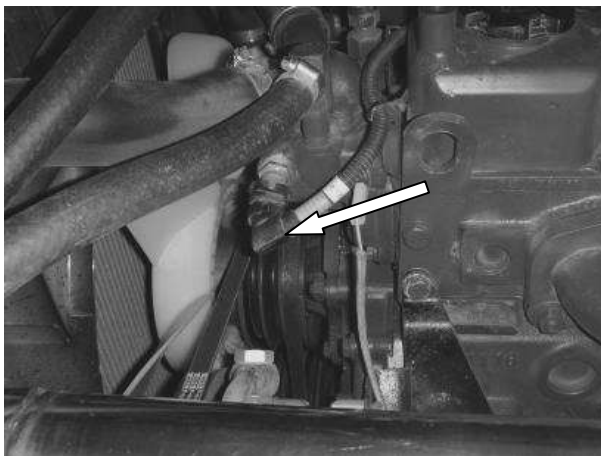

Рис. 5.9 Датчик температуры охлаждающей жидкости
5.1.10 Датчик температуры охлаждающей жидкости (рис. 5.9)